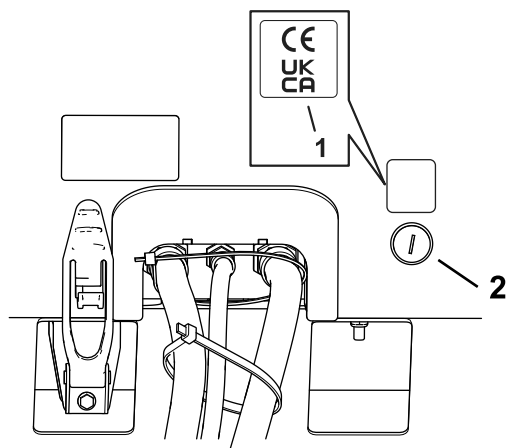

Рисунок 6
1. Очистите поверхность капота рядом с защелкой капота протирочным спиртом и чистой ветошью и дайте капоту высохнуть (Рисунок 6).